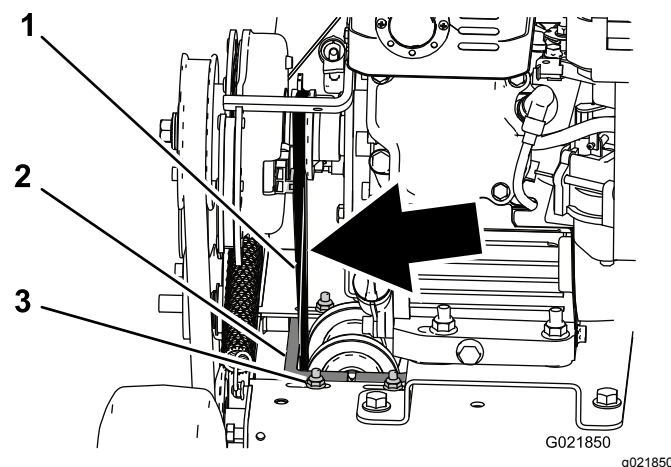

Figura 26
5. Para apretar la correa, afloje los 4 pernos y tuercas de montaje que sujetan el soporte de las poleas al bastidor, mueva el soporte a la izquierda, apretando la correa, y luego apriete los 4 pernos y tuercas de montaje (Figura 26).
4. Compruebe la tensión de la correa. No debe flexionarse más de 6 mm (¼") cuando se aplica una presión moderada con los dedos al tramo situado justo por encima del bastidor de la máquina (Figura 26).